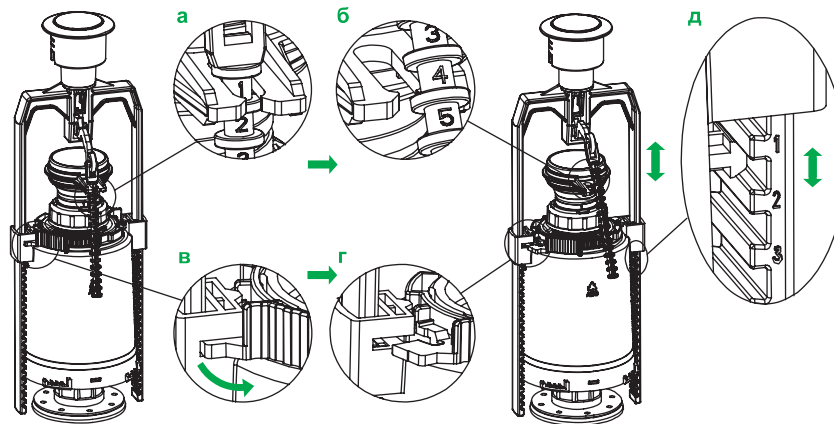

Рис. 8 / 8-сур.
3. Отсоедините стержень (тягу коромысла) от трубки перелива (рис. 8а,б).
4. Поверните фиксатор коромысла против часовой стрелки на 15° (рис. 8в, г) и установите необходимую высоту коромысла (рис. 8д), чтобы при установленной крышке бачка кнопка спуска могла сделать 2–5 оборотов по часовой стрелке.